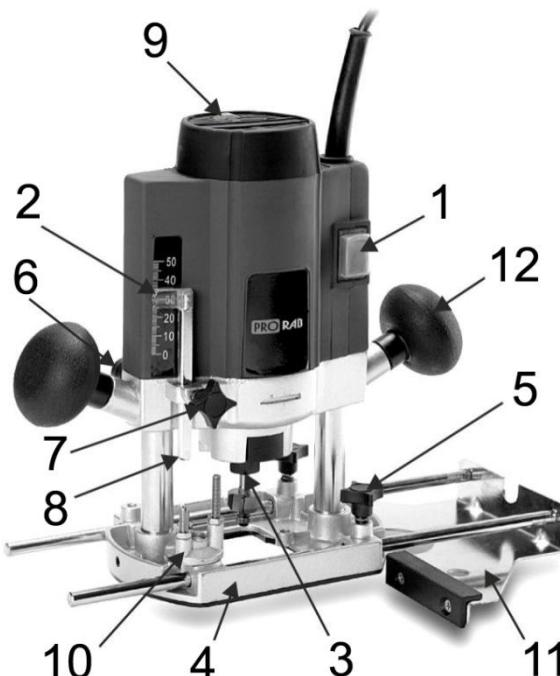

Рис. 1
- Для включения фрезера нажмите пусковую клавишу (1)(См. Рис.1).
- Регулятор управления скоростью хода (9)(См. Рис.1) применяется, чтобы установить требуемую скорость вращения режущей фрезы.